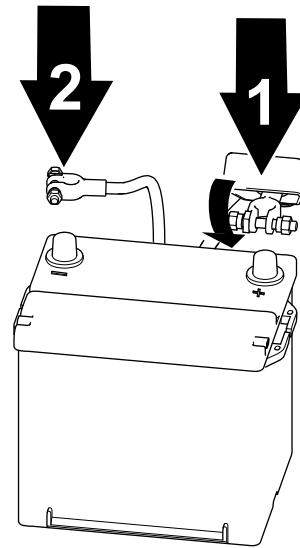

Figura 63
1. Conectai cablul pozitiv la baterie și strângeți piulia clemei bateriei (Figura 63).
2. Conectai cablul negativ la baterie și strângeți piulia clemei bateriei (Figura 63).